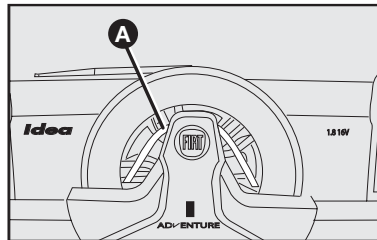

fig. 7
- tire del soporte de la rueda de repuesto utilizando la manija **A**-fig. 7 hasta el bloqueo en el final del recorrido de apertura.